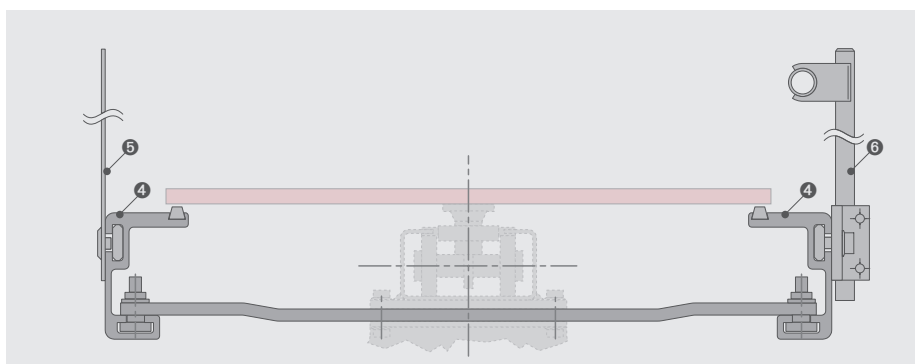

Abbildung 3.1.2 – Typ PS
- Aluminiumprofile (4) (Typ PS – Abb. 3.1.2)